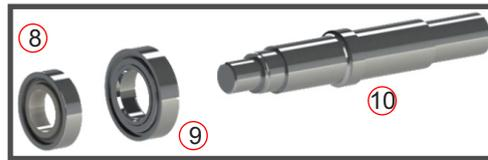

Fig. 52
4- Retirar os rolamentos (8) (9) do eixo (10) e revisá-los. (Fig. 52)